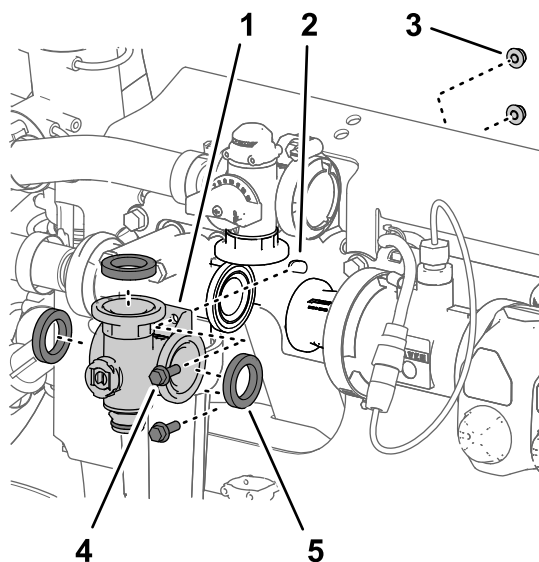

Figure 107
3. Retirez les 2 boulons à embase ($\frac{1}{4} \times \frac{3}{4}$ po) et les 2 contre-écrous à embase ($\frac{1}{4}$ po) qui fixent le collecteur de vanne d'agitation au support de vanne (Figure 107).
4. Déposez le collecteur de vanne d'agitation et les joints de la machine (Figure 107).